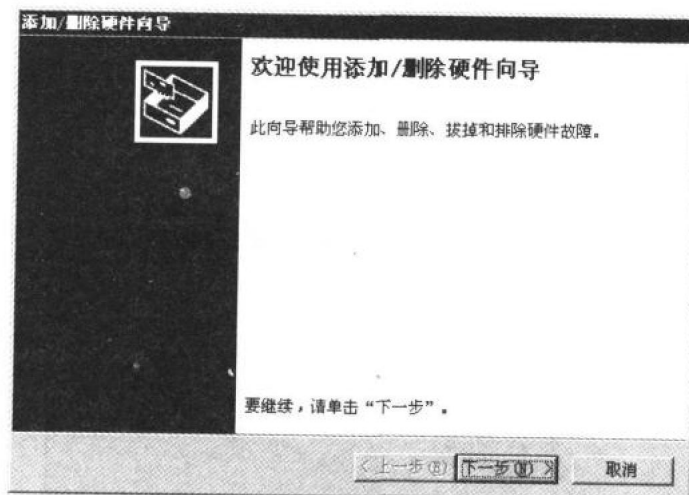

图 1.3 添加/删除硬件向导1
- (2) 在图 1.2 中双击【添加/删除硬件】图标,系统将弹出如图 1.3 所示的向导对话框。该窗口提示用户将进行硬件的添加/删除工作。